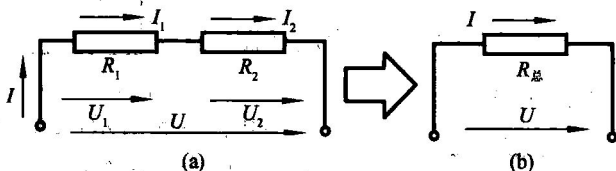

图 1-6 串联电路的性质
(1) 电阻的串联 两个或两个以上的电阻依次相连,中间无分支的连接方式叫电阻的串联。如图 1-6 所示就是两个电阻的串联,图 b 是图 a 的等效图。